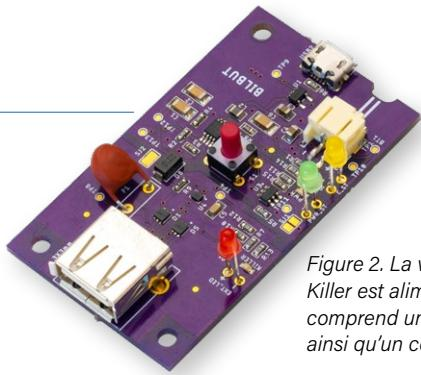

Figure 2. La version 1 du détecteur d'USB Killer est alimentée par une batterie et comprend un chargeur de batterie LiPo ainsi qu'un convertisseur de puissance.
1. Une version portable alimentée par une batterie que vous pouvez transporter n'importe où, comme le montre la **figure 2**. Elle comprend un chargeur de batterie LiPo et un convertisseur boost pour transformer la tension de la batterie en 5 V pour la clé USB.